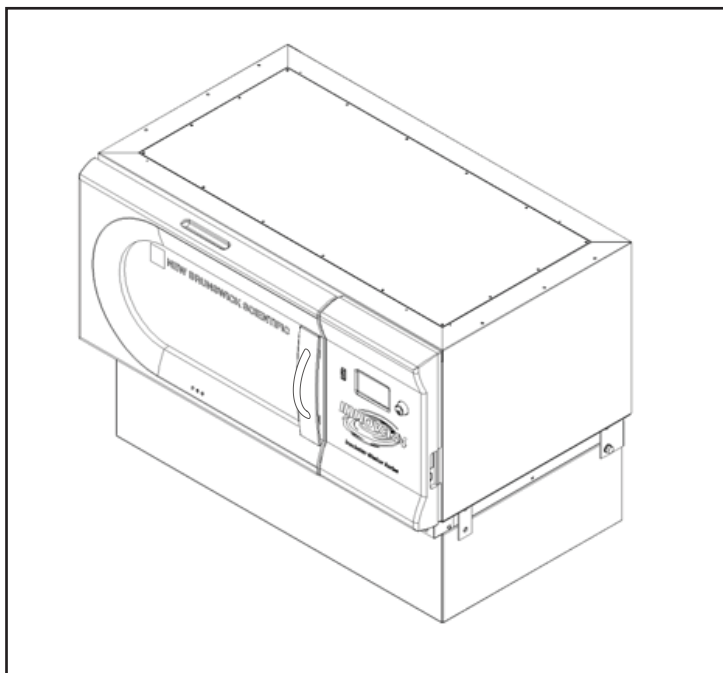

Рис. 6-4: Установленный на основании шейкер
9. Равномерно затяните все винты. Если угловые скобы закреплены надлежащим образом, установленный на основании шейкер выглядит следующим образом (см. рис. 6-4 на стр. 26):